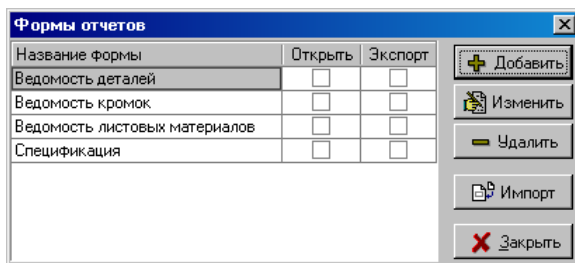
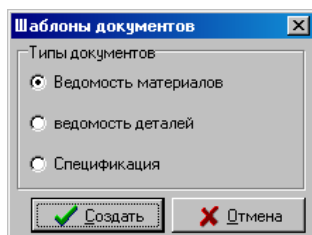
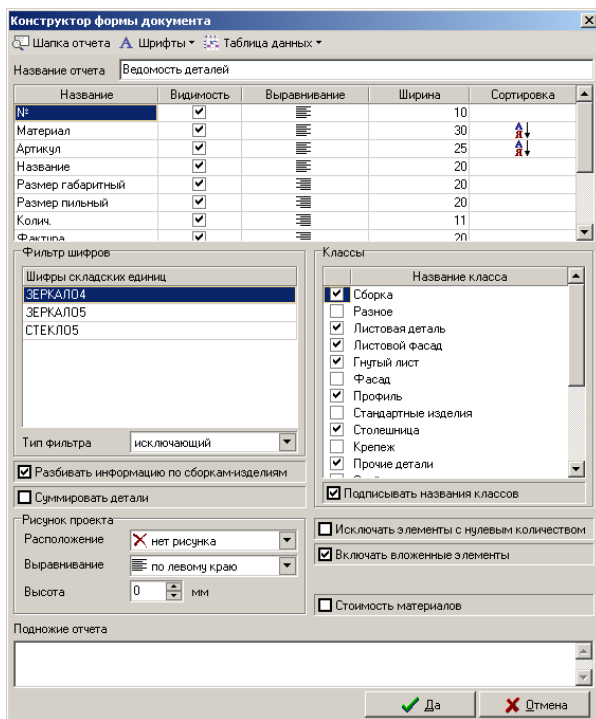
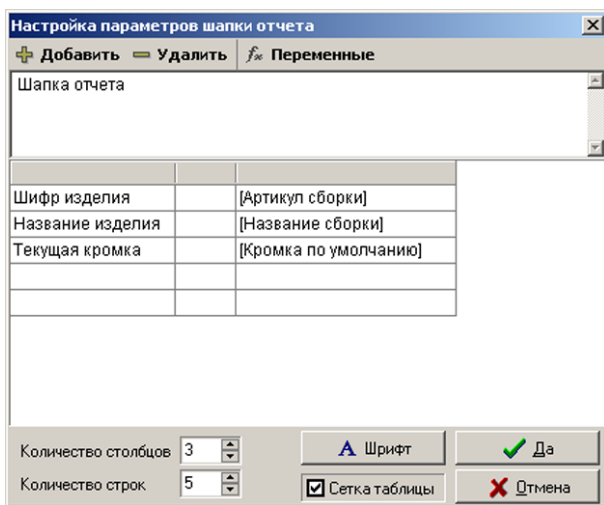

Рис. 10.4. Диалоговое окно “Формы отчетов”
Рис. 10.6 Шаблоны документов
Рис. 10.7. Конструктор формы документа после выбора шаблона документа
Рис. 10.10. Диалоговое окно **Настройка параметров шапки отчета**
Примечание. В отчете, построенном на базе шаблона “Ведомость материалов”, см. рис. 10.6 стр. 408:
Для настройки отчета необходимо воспользоваться командой **Настройки >> Отчеты**, при активизации которой открывается диалоговое окно, представленное на рис. 10.4.
Формирование нового отчета начинается с определения шаблона отчета, для чего необходимо нажать клавишу “Шаблоны документов”. После выбора одного из шаблонов, см. рис. 10.6, автоматически будут созданы соответствующие столбцы формы, см. рис. 10.7 стр. 408.
Примечание. При нажатии клавиши “Изменить” в диалоговом окне Формы отчетов, см. рис. 10.4 стр. 406, пользователь сразу попадает в диалоговое окно, приведенное на рис. 10.7.
- добавление в отчет любого столбца из общей базы столбцов, клавиша “**Добавить столбец**” рис. 10.7,
Для вывода в отчет данных по объектам следует в зоне “**Классы**”, см. рис. 10.7 стр. 408, определить объекты каких классов должны войти в документ и задать последовательность их вывода в документ. В отчет выводятся объекты с активными классами, порядок следования классов задает последовательность вывода объектов, разбивка объектов по классам рассмотрена в разделе 10.2.4, стр. 403.
Кроме классов объектов содержимое отчета определяет наложенный фильтр, см. рис. 10.7 стр. 408, зона “**Фильтр шифров**”. В фильтре вводятся шифры складских единиц, которые, в зависимости от типа фильтра, исключаются из отчета (исключающий фильтр) либо отчет состоит только из записей указанных в фильтре (включающий фильтр). Для добавления новой записи в фильтр следует сделать щелчок правой клавишей мышки в поле фильтра и выбрать из раскрывшегося меню пункт “Добавить”. Для удаления записи из фильтра следует выполнить щелчок правой клавишей мышки по записи и выбрать из раскрывшегося меню “Удалить”.
В зоне “**Рисунок проекта**” см. рис. 10.7 стр. 408 задается наличие (отсутствие) в отчете рисунка модели и форматирование рисунка в отчете. Размер рисунка определяется одним размером– высотой, второй размер рассчитывается автоматически путем масштабирования изображения.
Настройка “**Стоимость материалов**” (рис. 10.7 стр. 408) определяет наличие в отчете дополнительной строки с суммарной стоимостью материалов, использованных при проектировании, подробную информацию о расчете стоимости материалов см. в разделе 10.5.1, стр. 417.
Настройка “**Включать вложенные элементы**” (рис. 10.7 стр. 408) определяет будут ли включены в отчет объекты из вложенных сборок. Если переключатель отключен, то в отчет попадают только объекты из головной сборки (из сборки-изделия), объекты из сборок, входящих в головную сборку, в отчет не попадают.
Настройка “**Подписывать название классов**” (рис. 10.7 стр. 408) определяет группировку строк отчета по классам. В первый либо во второй столбец отчета выдается название класса для группы объектов, относящихся к одному классу, см. рис. 10.8 стр. 411. В приведенном фрагменте отчета присутствуют названия классов Сборка и Листовая деталь.
Меню **“Шрифты”** (рис. 10.7 стр. 408) позволяет установить шрифт и размер шрифта для заголовка и таблицы отчета.
Клавиша **Шапка отчета** (рис. 10.7 стр. 408) предназначена для активизации диалогового окна “**Настройка параметров шапки отчета**”, см. рис. 10.10, в котором предусмотрено:
Рассмотрим более подробно возможности диалогового окна, представленного на рис. 10.10.